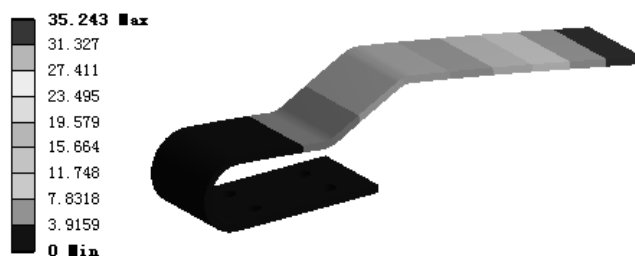

图 8.6.17 位移变形结果图解
(3) 查看位移变形结果图解。在“Outline”窗口中选中 Total Deformation，查看图 8.6.17 所示的位移变形结果，其最小位移为 0 mm，其最大位移为 35.243 mm。